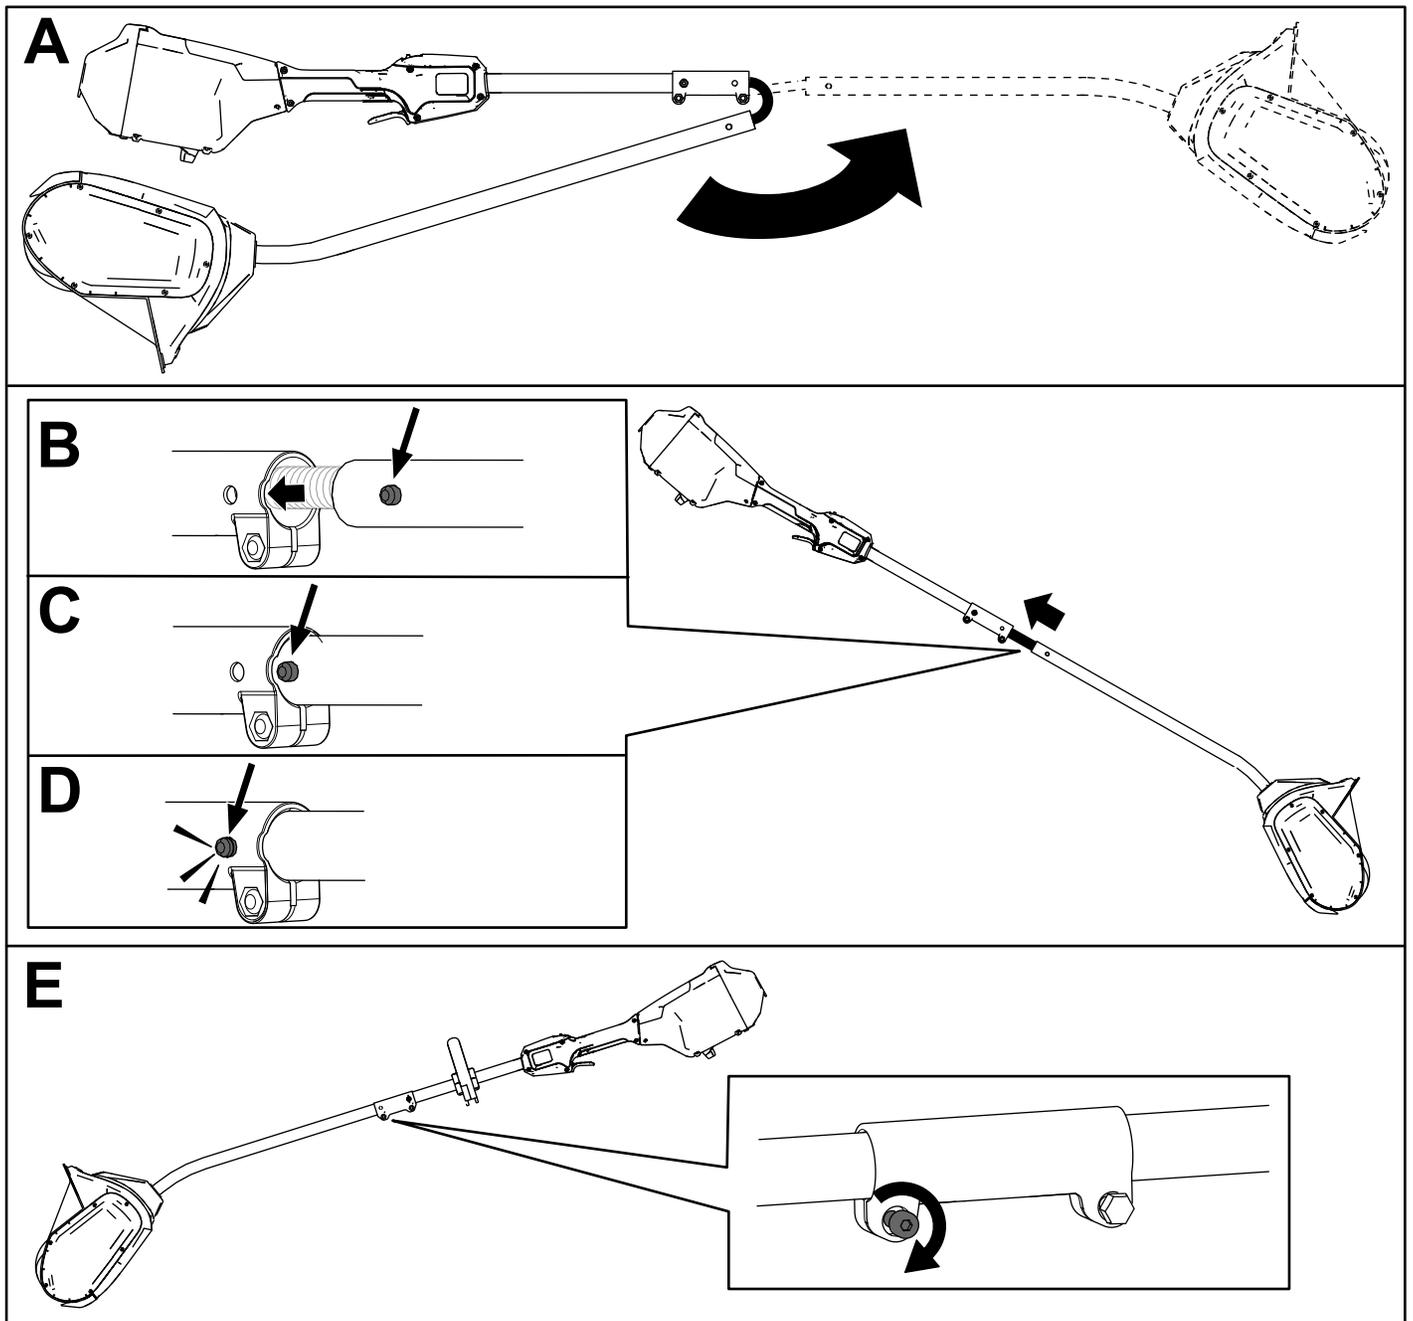

Bild 4
1. Klappen Sie den Holm auf (A in Bild 4).
2. Richten Sie den Verriegelungsstift am unteren Stiel mit dem Loch am oberen Stiel aus und schieben Sie beide Teile zusammen (B und C in Bild 4).
Hinweis: Der Verriegelungsstift klickt in das Loch ein, wenn beide Stielteile verbunden sind (D in Bild 4).
3. Ziehen Sie die Schraube auf dem Stielverbindungsstück mit dem mitgelieferten Innensechskantschlüssel fest (E in Bild 4).